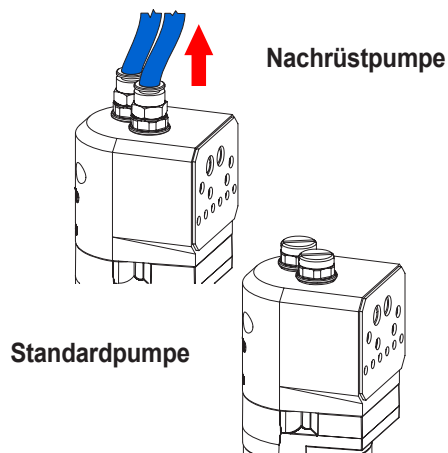

Abbildung 14 Entfernen der Spülluftschläuche
1. Siehe Abbildung 14. Einen Farbwechsel durchführen, um altes Pulver aus der Pumpe zu entfernen. Anschließend den Systemluftdruck abbauen und die Spülluftschläuche trennen.